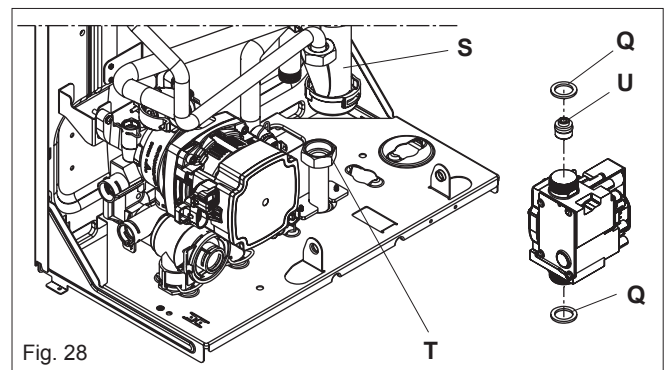

Fig. 28
6.12 GAS VALVE (fig. 28)
6.12.1 INJECTOR (fig. 28)